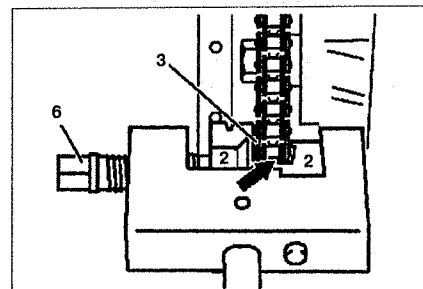

Рис. 2.90. Затяните шпindelь 6 до упора.
9. Затяните шпindelь 6 до упора (см.рис.2.90). При затягивании шпинделя 6 убедитесь, что пальцы промежуточного звена вставлены в отверстия наружной плиты 3 звена.